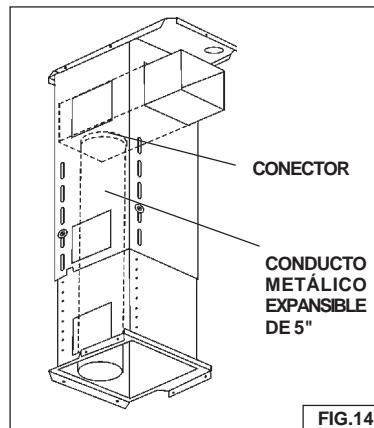

FIG.14
4. Monte el conector de conductos de 5" de diámetro al pleno. Gire y bloquee para fijar. Fig. 14.
5. Fije el conducto expansible metálico de 5" de diámetro al pleno. Cuando se tire del mismo, debe ser suficientemente largo para llegar a la parte inferior del armazón de soporte. Fig. 14.